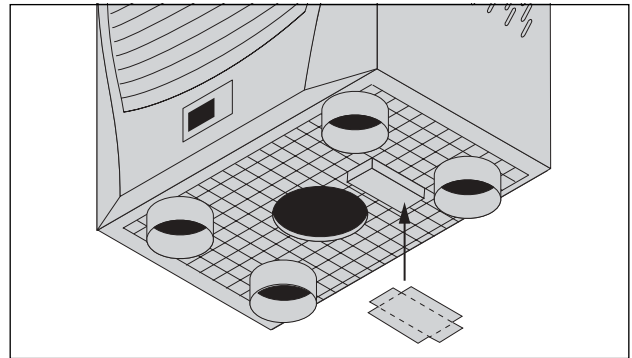

Abb. 8: Zusatzdichtung für Kondensatwanne anbringen
- Kleben Sie die mitgelieferte Zusatzdichtung von unten auf die Kondensatwanne (vgl. Abb. 8). Knicken Sie die Dichtung an den perforierten Stellen nach oben und kleben Sie die Dichtung fest.